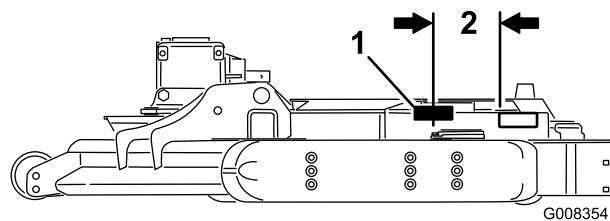

Figura 3
13. Aplique la pegatina identificativa al costado de la carcasa, aproximadamente 13 cm por detrás de la placa que contiene los números de serie (Figura 3).